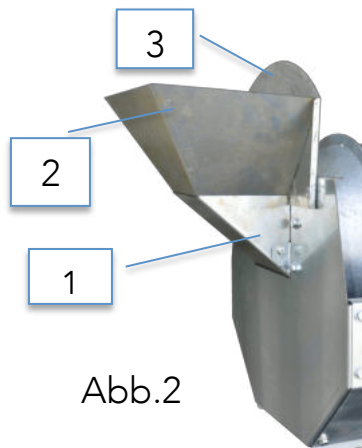

Abb.2
- Einlaufblech Abb.2/1 aufstecken und 2 x festschrauben
Trichterblech Abb.2/2 mit Rückwand Abb.2/3 zusammenstecken, dann aufstecken und 2x festschrauben.